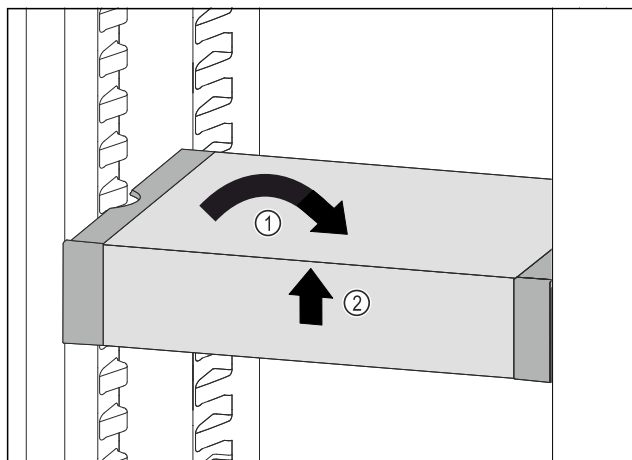

Fig. 174
- Ispravite VarioSafe. Fig. 174 (1)
- Podignite sprijeda VarioSafe. Fig. 174 (2)